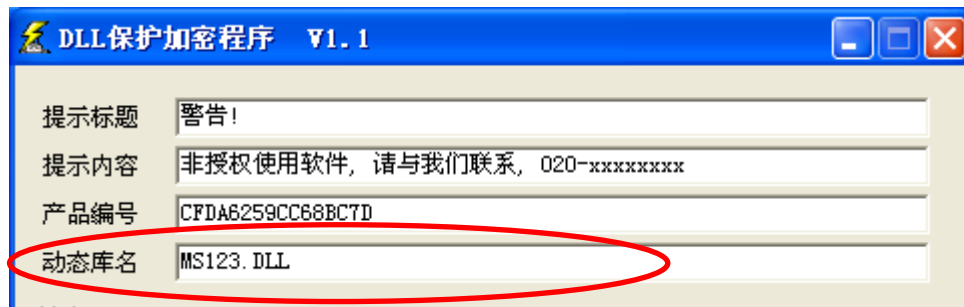

图 7.18 设置程序声明或引用的 DLL 文件名
8. 在DIINTShell的主界面中，有一个“动态库名”栏，这里一定要输入待加密程序里声明API来源的DLL文件名，比如本小节第3点的MS123.dll，参考如图7.18所示。